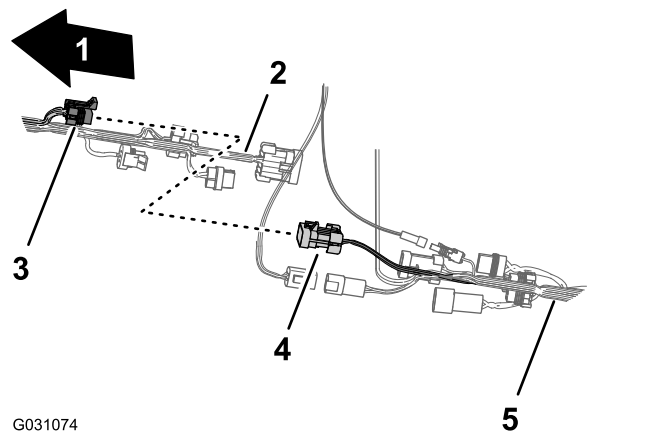

Bild 88
2. Stecken Sie den 10-Buchsen-Stecker des vorderen Kabelbaums für die Sprühfahrzeug-Kabelbaumverbindung in den 10-Stift-Stecker des hinteren Kabelbaums für die Sprühfahrzeug-Kabelbaumverbindung (Bild 88).